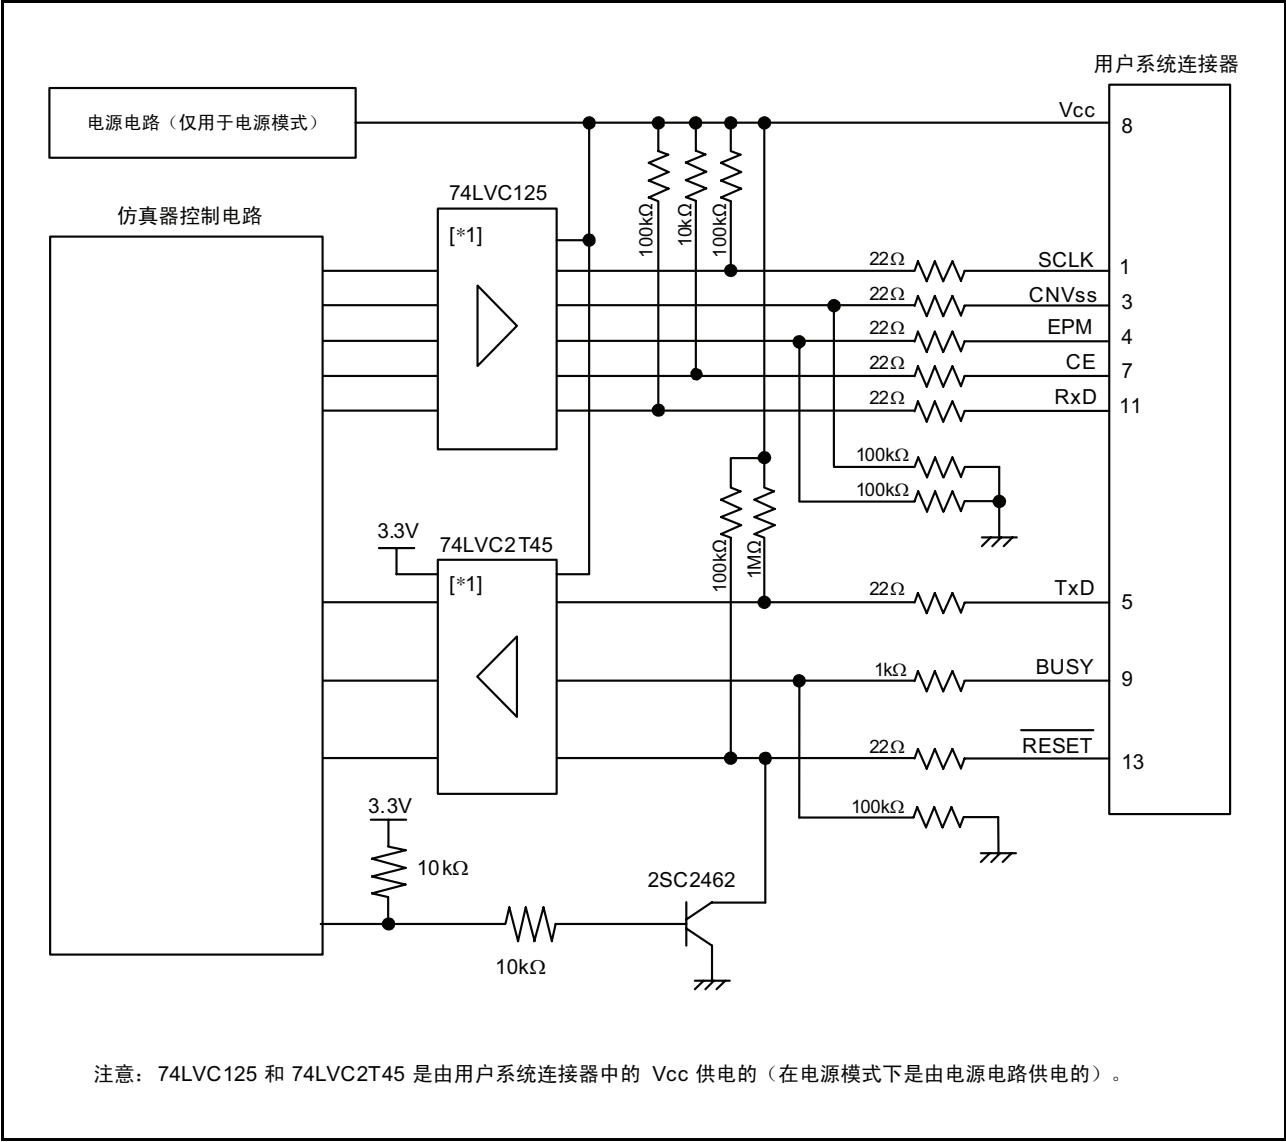

图 5.12 E8a 仿真器内部的接口电路（仅供参考）
1. 引脚 P64、P65、P66 和 P67 供 E8a 仿真器专用。将 E8a 仿真器连接到 MCU 引脚。在上拉 Vcc (Vcc1) 电平的 MCU 引脚后，将引脚 P66 和 P67 连接到 E8a 仿真器。对于 P64 和 P65，在断开 E8a 仿真器的连接后，根据 MCU 引脚状态上拉或下拉 Vcc (Vcc1) 电平的引脚。在 E8a 仿真器处于活动状态时，P64 可能处于高阻抗 (Hiz) 状态。因此，应根据 E8a 仿真器内部电阻（图 5.12）的分压来设置引脚电阻值，使电压不会在中点电位。
对于 P50 和 P55，在断开 E8a 仿真器的连接后，根据 MCU 引脚状态上拉或下拉 Vcc 电平的引脚。在 E8a 仿真器处于活动状态时，P50 和 P55 可能处于高阻抗 (Hiz) 状态。因此，应根据 E8a 仿真器内部电阻（图 5.12）的分压来设置引脚电阻值，使电压不会在中点电位。
在断开 E8a 仿真器的连接后，根据 MCU 引脚状态上拉或下拉 Vcc2 电平的 P55。在 E8a 仿真器处于活动状态时，P55 可能处于高阻抗 (HiZ) 状态。因此，应根据 E8a 仿真器内部电阻（图 5.12）的分压来设置引脚电阻值，使电压不会在中点电位。
9. 图5.12 显示了 E8a 仿真器中的接口电路。请参考此图来确定上拉电阻值。